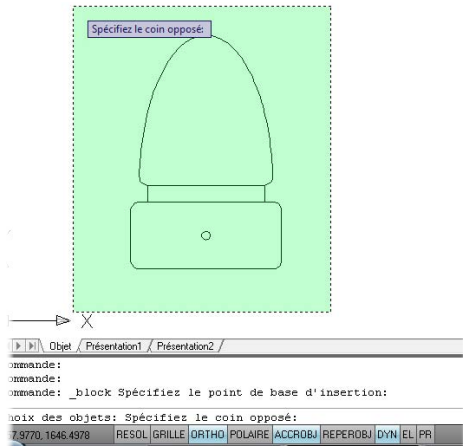

Figure 4.7
5. Faites ensuite une capture de l'ensemble des objets à transformer en bloc (voir Figure 4.7) puis validez.